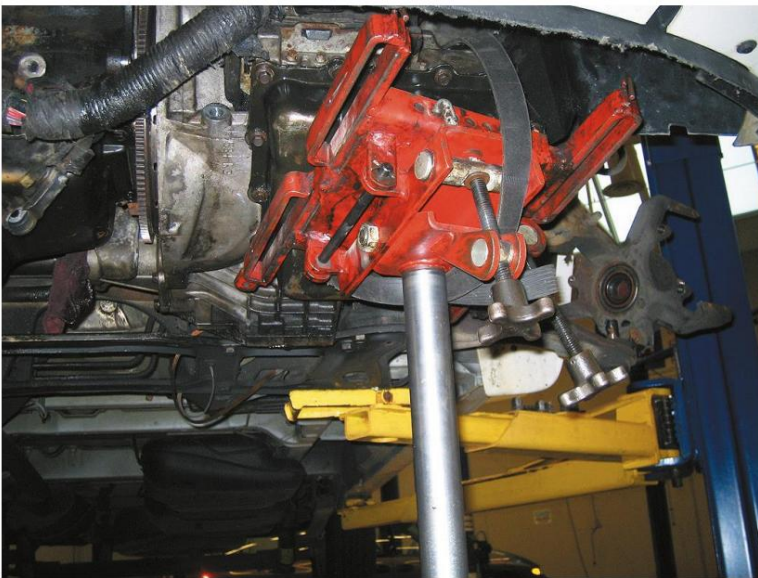

Figura 3. Utilice un gato de transmisión por seguridad.
PASO 8 Apoye la transmisión/transeje sobre un gato y retire los pernos de fijación de la campana del motor. Figura 3.